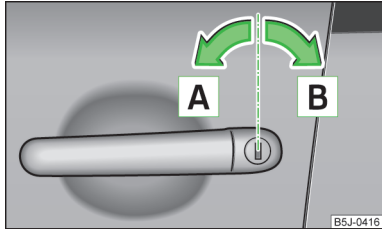

Abb. 31
- Den Schlüssel im Schließzylinder der Fahrertür in die Fahrtrichtung (Entriegelungsstellung) **A** drehen » Abb. 31.
- Den Schlüssel im Schließzylinder der Fahrertür entgegen der Fahrtrichtung (Verriegelungsstellung) **B** drehen » Abb. 31 auf Seite 50.